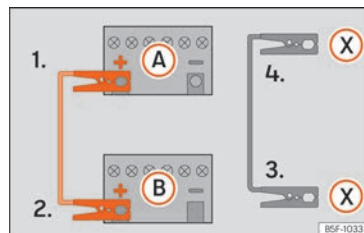

**Fig. 55** Esquema de conexión para vehículos con sistema Start Stop.
- 4b. *En los vehículos con sistema Start-Stop:* emborne un extremo del cable negro de emergencia **(X)** a un terminal de masa adecuado, a una pieza de metal maciza que vaya atornillada al bloque motor o al mismo bloque motor » » » **fig. 55**.